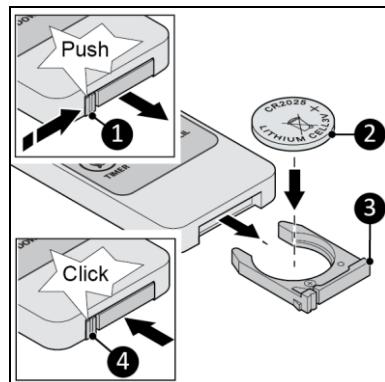

Figura 8
1. Apăsați clapeta (Figura 8, poz. 1) și scoateți compartimentul bateriei din telecomandă.
3. Introduceți o baterie tip CR2025, așa cum este indicat (Figura 8, poz. 2). Introduceți corect bateria.
4. Glisați compartimentul bateriei înapoi până când clapeta se fixează în poziție (Figura 8, poz. 4).
5. Scoateți bateria din telecomandă (Figura 8).